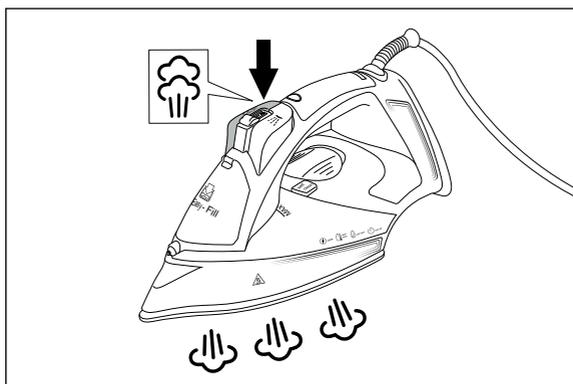

Fig. 6
- 3) Appuyez plusieurs fois brièvement, toutes les 5 secondes environ, sur la touche de jet de vapeur  **4** (voir fig. 6).
- 2) Dans un lavabo, videz entièrement le réservoir à eau ❸ du fer à repasser à vapeur via l'orifice de remplissage **Easy-Fill** ❷.
- 3) Mélangez 160 ml d'eau et 160 ml de **DURGOL Universal Schnell-Entkalker** (en proportion 1:1) et, avec le gobelet mesureur ❹, versez la moitié du mélange dans le réservoir à eau ❸. Versez l'autre moitié du mélange détartrant dans un récipient plat suffisamment grand (p. ex. un bac) pour détartrer ensuite la semelle de repassage ❶.
- 5) Dirigez la buse à eau ❶ vers une serviette et appuyez sur la touche de vaporisation  ❺ environ 20 fois (voir fig. 6).
- 6) Maintenez le fer à repasser à vapeur à l'horizontale au-dessus d'un lavabo ou d'une bassine et maintenez la touche **self clean** ❻ appuyée. En même temps, bougez légèrement le fer à repasser en effectuant des mouvements de va-et-vient. Faites-le pivoter et inclinez-le légèrement afin que le contenu du réservoir à eau ❸ sorte par les perforations de sortie de vapeur ❻ aménagées dans la semelle de repassage ❶.
- 7) Relâchez la touche **self clean** ❻ dès que les perforations de sortie de la vapeur ❻ laissent visiblement sortir moins de liquide. Videz entièrement le contenu résiduel du réservoir à eau ❸ dans un lavabo via l'orifice de remplissage **Easy-Fill** ❷.
- 8) Avec le gobelet mesureur ❹, versez de l'eau du robinet ou de l'eau distillée jusqu'au repère **MAX** dans le réservoir à eau ❸ (voir chapitre **Remplir le réservoir à eau**). Répétez deux fois les étapes 5 à 7.
- 9) Pour détartrer la semelle ⑩, déposez le fer à repasser à vapeur dans un récipient plat suffisamment grand (p. ex. un bac). Vous aurez préalablement versé le reste du mélange détartrant (voir étape 3) dans ce récipient.
- 12) Versez de l'eau fraîche dans un récipient et immergez la semelle de repassage ⑩ plusieurs fois dedans pour la rincer.
- 13) Retirez le fer à repasser à vapeur du récipient et séchez la semelle de repassage ⑩ avec un chiffon doux.
① Remarque
- ▶ Après le détartrage du fer à repasser à vapeur, effectuez toujours deux rinçages avec la touche **self clean** ⑫. Sans un rinçage ultérieur minutieux du réservoir à eau ⑬ avec de l'eau du robinet ou de l'eau distillée, l'utilisation d'un détartrant n'est pas adaptée.